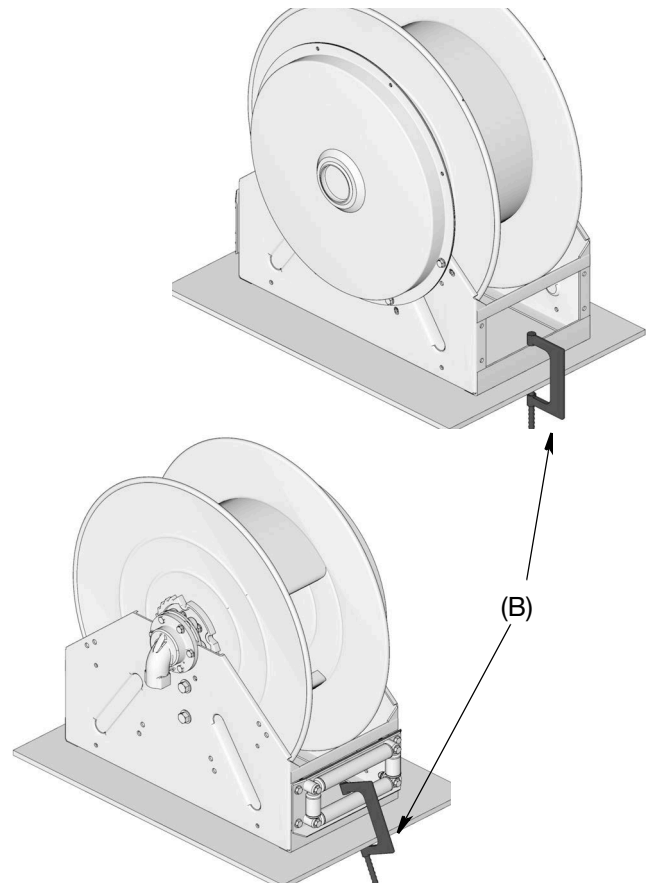

FIG. 5
1. Si l'enrouleur de flexible n'est pas installé à un endroit fixe, utiliser 2 gros colliers en C (B) (un à l'avant et l'autre à l'arrière) pour fixer l'enrouleur de flexible sur une surface plane (FIG. 5). Mettre un chiffon sur le rouleau inférieur et le châssis arrière afin de protéger ces surfaces de tout dommage qui pourrait survenir lorsque les colliers en C sont serrés.